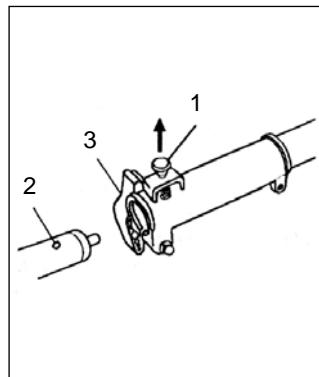

Fig.1-1B
2. Se till att låstappen (1) passar i inställningshålet (2) i röret och attröret inte ramar av. (Fig. 1-1B)
3. Drag fast rattmuttern (3) ordentligt. (Fig. 1-1B)